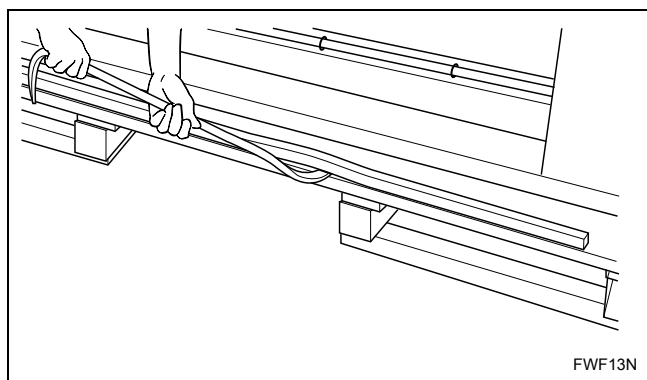

Рис. 5
3. С помощью монтажки удалите с поддона деревянные ограничители. См. *Рис. 5*.